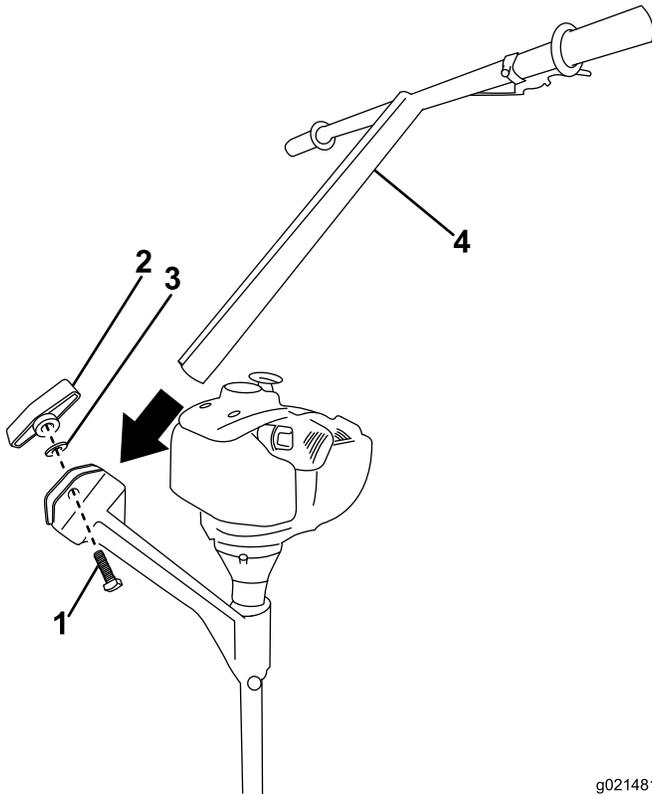

Figura 3
1. Coloque el manillar en su posición (Figura 3).
2. Instale el perno, la arandela y el pomo para fijar el manillar a la máquina (Figura 3).